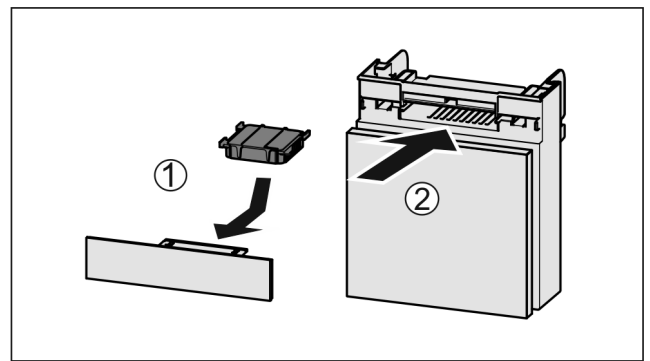

Fig. 109
- ▶ Introduzca el compartimiento Fig. 109 (2).